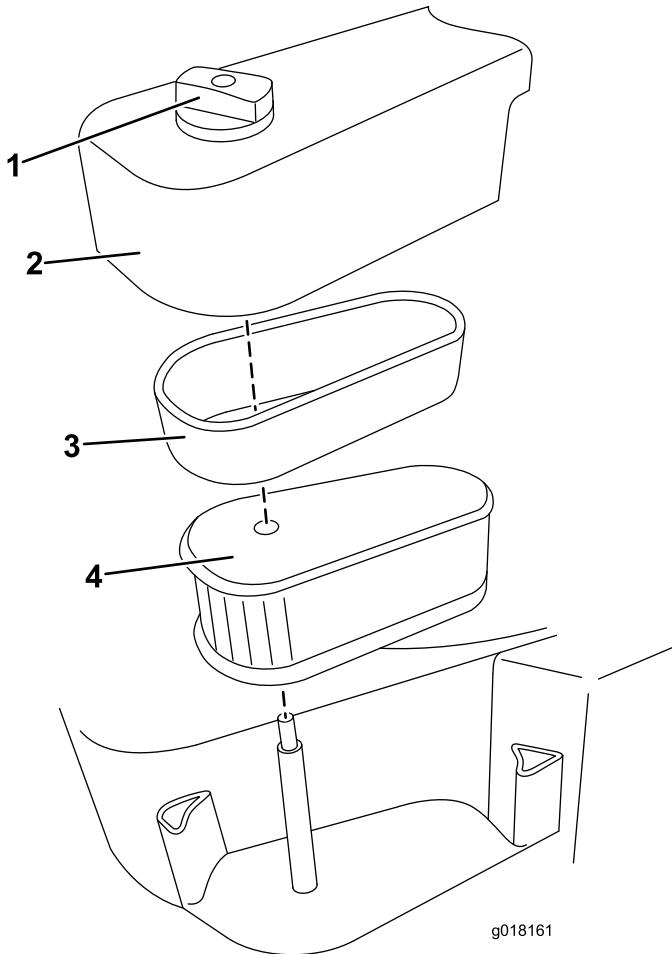

Figura 16
2. Afloje el pomo que sujetla la tapa del filtro de aire (Figura 16).
4. Retire cuidadosamente el filtro de gomaespuma y el cartucho juntos, luego separe el filtro de gomaespuma del cartucho (Figura 16).
7. Coloque la tapa (Figura 16).